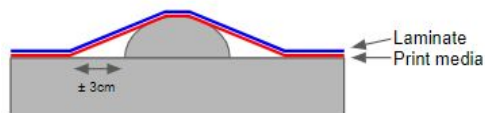

Fig.10
- 1) Posizionare la pellicola sull'intera superficie rivettata, lasciando uno spazio di ± 3 cm tra la superficie piana e il substrato attorno ai rivetti. Fig.10